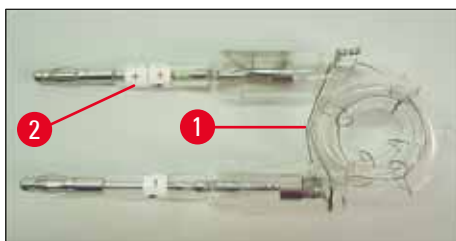
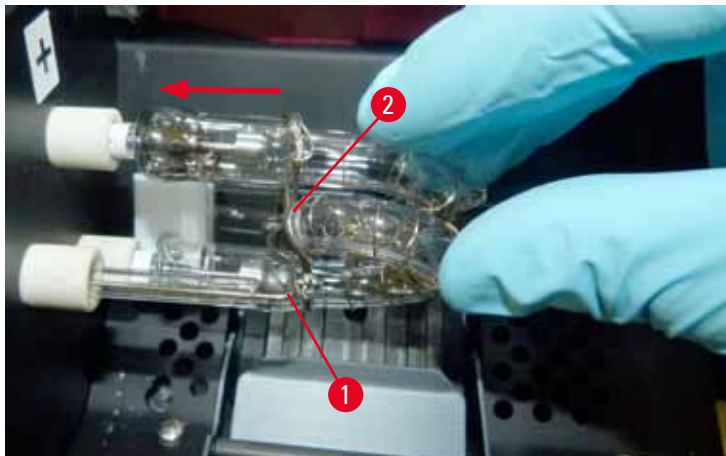

Fig. 21
Fig. 23
2. Sätt in den nya blyxtlampan (→ "Fig. 21") i lamphållaren (→ "Fig. 20-3"); och tryck sedan försiktigt in den så långt det går (→ "Fig. 23") (det ska inte gå att se polaritetsmärkningen (+) längre). Om det behövs kan du försiktigt föra blyxtlampan upp och ner.